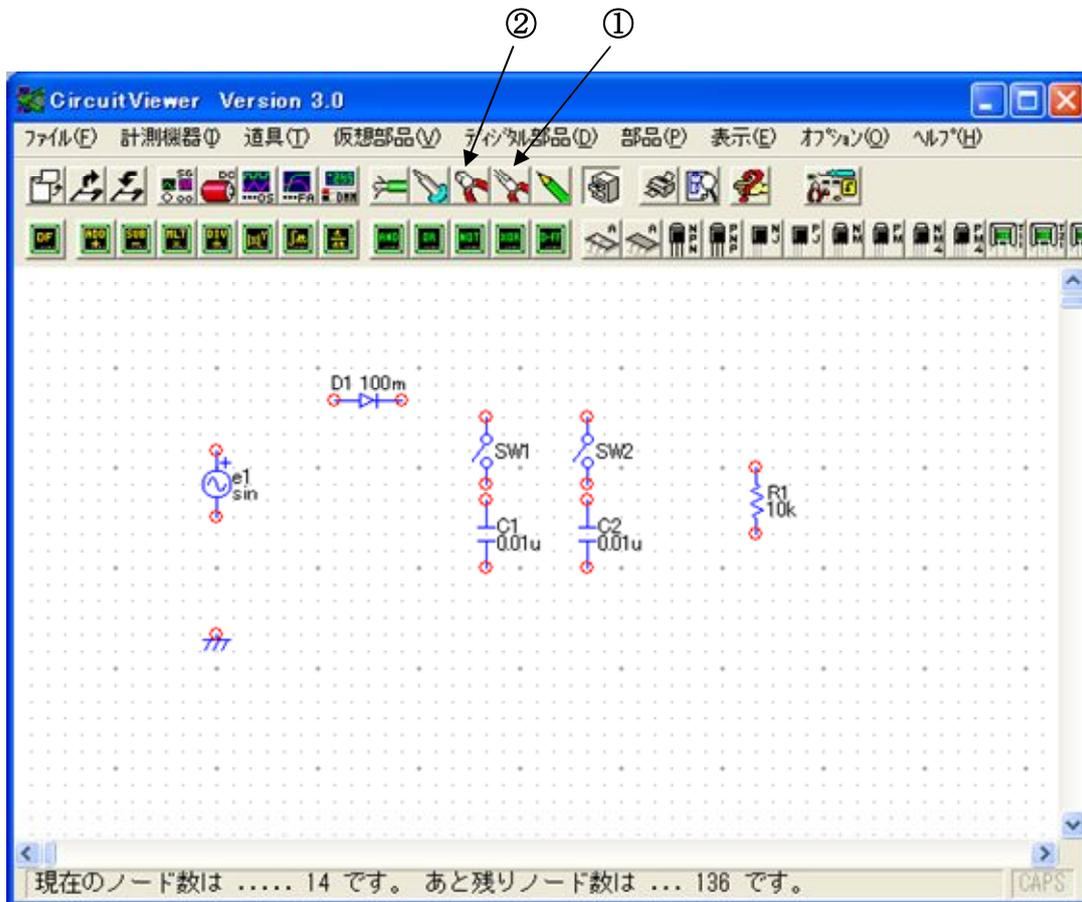

図 2. 4
配置した部品を削除したい場合は、図 2. 4 の②ニッパー (削除) のアイコンをクリックすると手のカーソルがニッパーに変わります。そのカーソルを削除したい部品の上に行って左クリックすると、部品が削除されます。
部品を移動や回転をさせ図 2. 4 のように部品を配置してください。